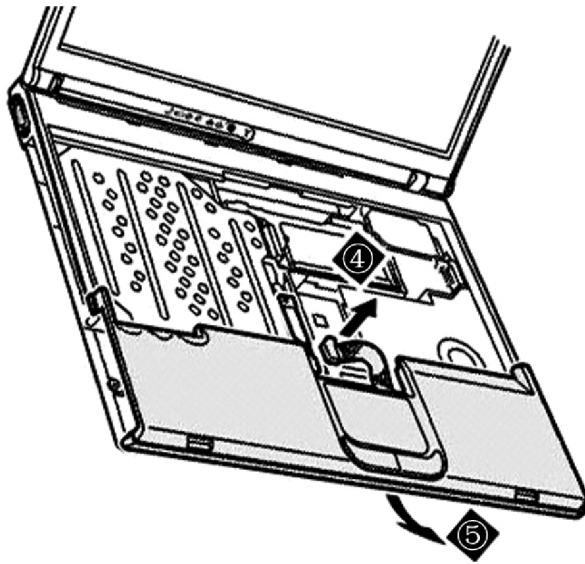

图 2-79 拔掉触摸板鼠标与主板的连线
2) 接下来将触摸板鼠标与主板的连线按箭头“④”方向拔掉，再按箭头“⑤”方向平推面板，即可看到无线网卡，还应拔掉无线网卡的的天线，如图 2-79 所示。